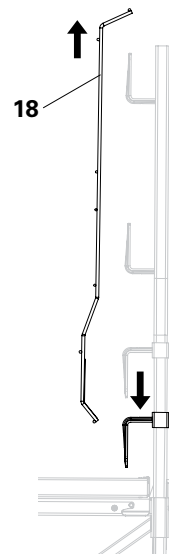

Fig. A12.02c
3. Pousser vers le haut la fixation de plinthe bois (3.3) du montant de garde-corps MXK (3). (Fig. A12.02c)